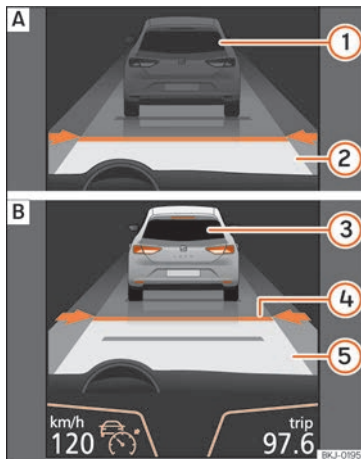
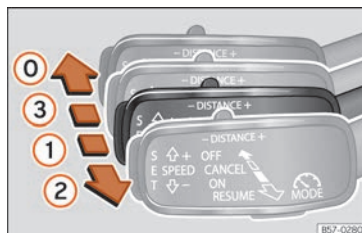
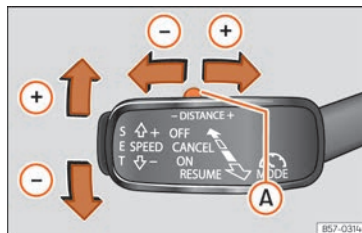

Fig. 235 En la pantalla del cuadro de instrumentos: [A] ACC inactivo (Standby). [B] ACC activo.
Fig. 237 A la izquierda de la columna de la dirección: tercera palanca para manejar el control adaptativo de velocidad.
Fig. 238 A la izquierda de la columna de la dirección: tercera palanca para manejar el control adaptativo de velocidad.
Indicaciones en la pantalla » » » fig. 235:
Cuando el control adaptativo de velocidad (ACC) está conectado, en el cuadro de instrumentos se ilumina el testigo de control verde (🚦) y en la pantalla se muestra la velocidad programada y el estado del ACC »» fig. 235.
se la tecla **SET** »» fig. 238. En caso de que se desee incrementar o disminuir la velocidad en intervalos de 1 km/h (0,6 mph), desplace la palanca hacia la posición ② »» fig. 237 o pulse la tecla **SET** respectivamente.
La velocidad programada puede modificarse con el vehículo detenido o durante la conducción según se desee. Cualquier modificación en la velocidad programada se visualizará en la parte inferior izquierda de la pantalla del cuadro de instrumentos »» fig. 235.
Para aumentar o reducir el nivel de distancia pulse la tecla basculante hacia la derecha/izquierda »» fig. 238 (A).
- Para activar el ACC, con la tercera palanca situada en la posición ① se debe pulsar la tecla **SET** o se debe desplazar la tercera palanca del ACC hasta la posición ② »» fig. 237. En ese momento la imagen del ACC en la pantalla del cuadro de instrumentos pasará a modo Activo »» fig. 235.
Para desconectar el ACC desplace la palanca a la posición ① »» fig. 237 (encastrada). En ese momento aparece el texto **ACC desactivado** y la función queda completamente desactivada.
Si no se desea desconectar el ACC sino pasarlo de forma temporal a modo inactivo (Standby), desplace la tercera palanca a la posición ③ »» fig. 237 o pise el pedal del freno.